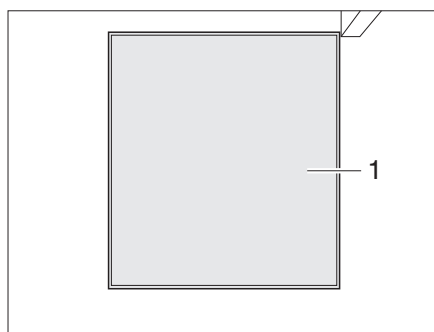

Fig. 251 Accès réservoir pour matières fécales, fermé
- Quand l'accès au réservoir pour matières fécales (cassette) (Fig. 251,1) est fermé : Retirer le cabinet de toilette (voir paragraphe 11.7.1).